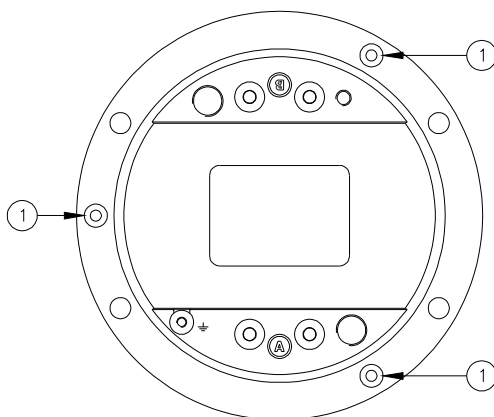

Figura 14 – Viti di fissaggio del coperchio inferiore
- Separare il coperchio inferiore dalla calotta svitando le tre viti di bloccaggio TSP TORX M5x10 (Figura 14 - n°1).
- tre viti di bloccaggio TSP TORX M5x10 (Figura 14 - n°1);
Verificare il corretto posizionamento della guarnizione O-Ring tra calotta e coperchio inferiore (Figura 16 – n°2); montare il coperchio inferiore nella calotta e chiuderla con le tre viti TSP TORX M5x10 (Figura 14 - n°1). Uno strato di adesivo anaerobico frenafilletti medio (per esempio LOXEAL 24-18) può essere applicato alle viti prima dell'installazione; coppia di serraggio 2,5 Nm.